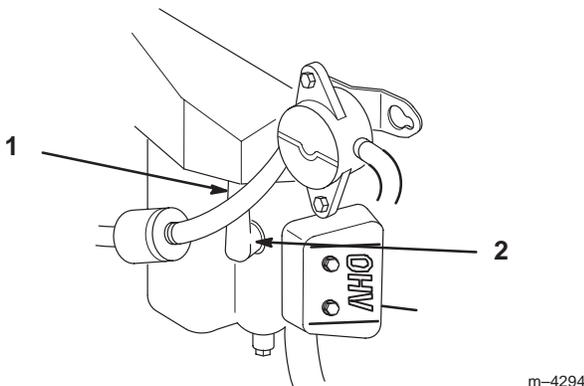

Figure 37
2. Débranchez les fils des bougies (Fig. 37). Nettoyez la surface autour des bougies pour éviter que des impuretés endommagent le moteur en tombant à l'intérieur.
3. Connectez les fils aux bougies (Fig. 37).